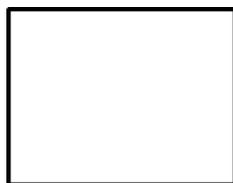

图 17.5.2 绘制矩形
Step2. 绘制矩形，如图 17.5.2 所示。
(1) 切换图层。在“图层”工具栏中，选择“轮廓线层”图层。
(2) 选择下拉菜单 **绘图(D)** → **矩形(R)** 命令，绘制长和宽分别为 540 和 420 的矩形。
(3) 在状态栏中将 **+** (显示/隐藏线宽) 按钮显亮，打开线宽显示模式。